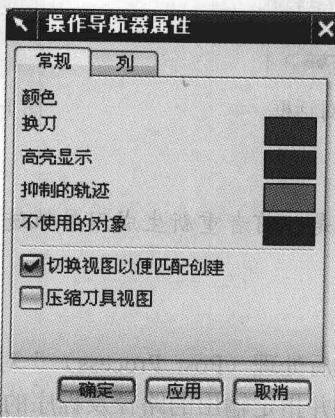

图 1-12 “操作导航器属性”对话框
(6) “属性”命令选择导航菜单底部的“属性 (Properties)”命令，系统将弹出如图 1-12 所示的对话框。该对话框与图 1-11 实际上是同一个对话框，只是在弹出时显示不同的选项卡而已。“常规 (General)”选项卡中的“换刀 (Toolchange)”和“高亮显示 (Highlight)”命令可以设置刀具改变时和高亮显示的颜色。建议大家选中“切换视图以便匹配创建 (Switch View to Match Create)”复选框，因为使用这个选项可以省去在创建刀具或几何体等以后，调整显示视图的时间，系统将自动进行匹配，以对应所创建的对象。如当前导航器显示机床视图，当单击“创建几何体”命令时，导航器将自动调整显示为几何视图。“压缩刀具视图”复选框用于确定是否压缩刀具视图。